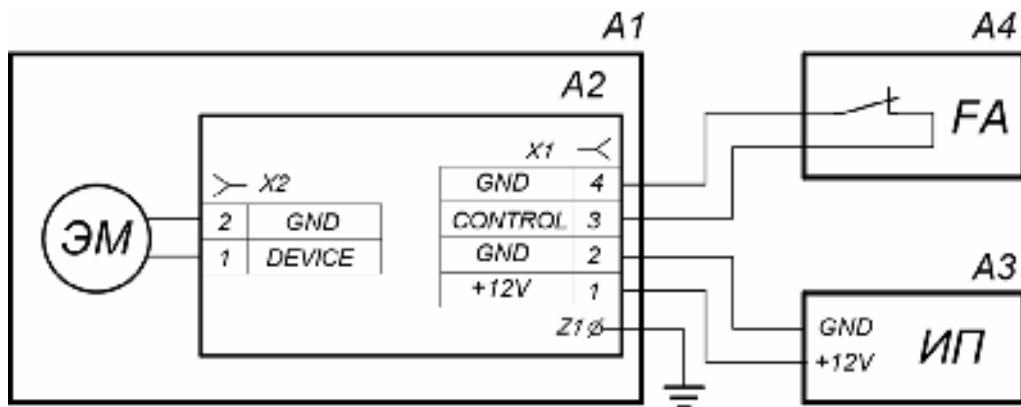

**Рисунок 18. Расположение отверстий под анкерные болты во фланцах стоек поворотной секции ограждения с электромагнитным УБ**
2. Разметьте и просверлите отверстия на установочной поверхности под анкеры PFG IH 10 «SORMAT» в соответствии со схемой разметки (см. рис. 18). Сначала размечаются центры установки стоек секции ограждения, затем от них размечаются точки крепления стоек, допускается использование в качестве шаблона непосредственно самих фланцев стоек.
3. Подготовьте в полу кабельный канал для проводов цепи питания и управления (зона ввода кабеля – см. рис. 18) и протяните кабели к месту установки.